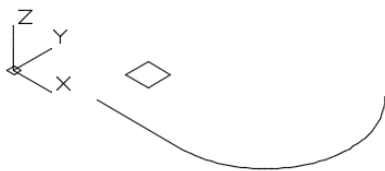

图 14-32 原始图形
- 1 打开“创建扫掠实体即学即练.dwg”文件，该文件存在图 14-32 所示的原始图形。